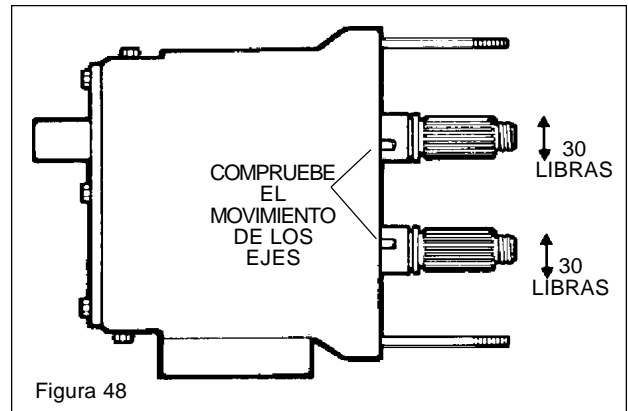

Figura 48
2. Condición de los rodamientos Si se puede detectar el movimiento de uno de los ejes al cargar a mano el extremo del rotor del eje (aproximadamente 30 libras de fuerza aplicadas según se muestra), el rodamiento puede fallar. (Vea la figura 48)